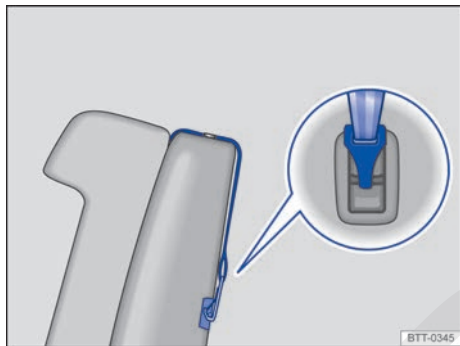

Fig. 18 Ejemplo de un cinturón de fijación superior abrochado.
- Si se provee junto con el asiento para niños, coloque el cinturón de fijación superior (Top Tether) del asiento para niños entre el respaldo del asiento trasero, fijándolo al terminal de enganche que se encuentra en la parte posterior del respaldo del asiento → fig. 18.